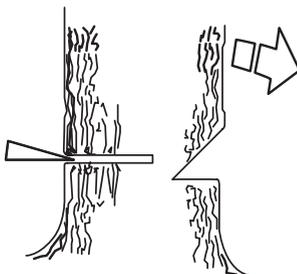

Рисунок 14 — Валочный пропил
• Валочный пропил (см. рис. 14) должен быть расположен примерно на 3–5 см выше нижнего подпила.